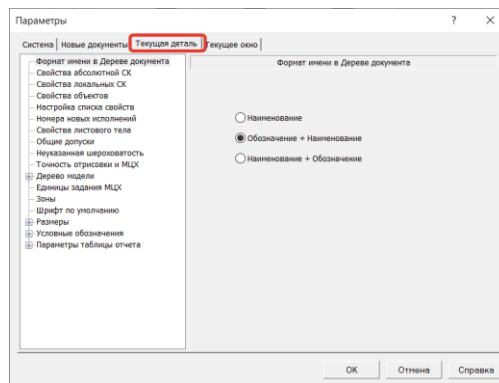

Рисунок 17 – Текущая деталь
- Текущая деталь (Рисунок 17);